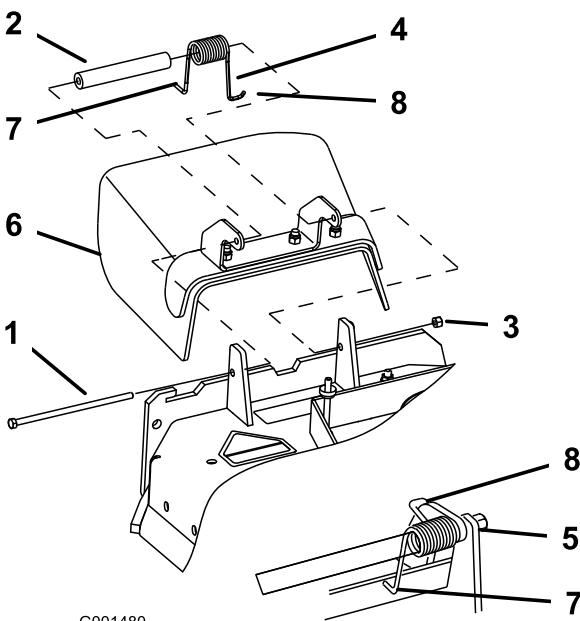

Figure 45
- Retirez le contre-écrou, le boulon, le ressort et l'entretoise qui fixent le déflecteur aux supports de pivot (Figure 45). Enlevez le déflecteur s'il est endommagé ou usé.
Remarque: Prenez soin de placer l'extrémité en **L** du ressort derrière le bord du plateau avant de mettre le boulon en place, comme indiqué à la Figure 45.
3. Remettez le boulon et l'écrou. Accrochez l'extrémité en **J** du ressort au déflecteur d'herbe (Figure 45).